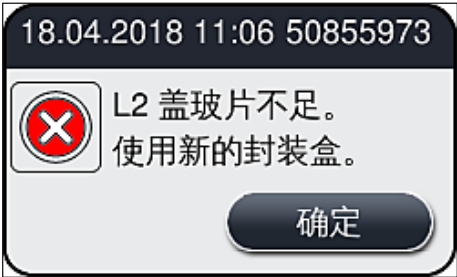

图 54
- 如果某种耗材用完，会向用户发送相应的警告消息，例如 (→ 图 54)。